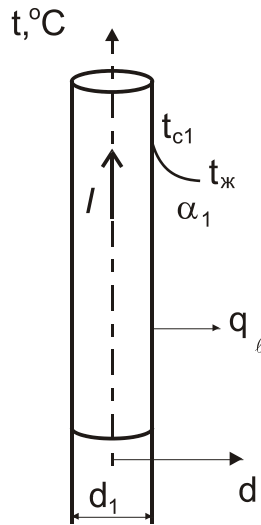
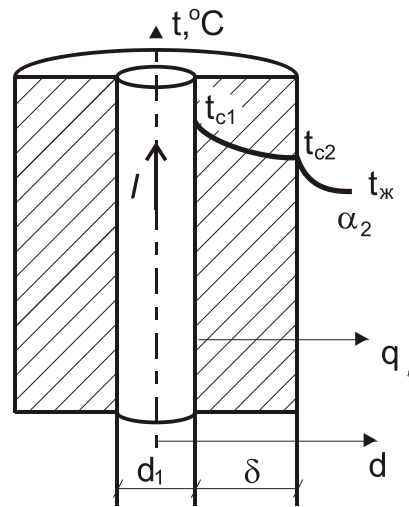

Рис. 2.15
Рис. 2.16
**2.56.** Электропровод диаметром  $d_1 = 1,5$  мм (рис. 2.15) имеет температуру  $t_{c_1} = 70$  °С и охлаждается потоком воздуха с температурой  $t_{ж} = 15$  °С. Коэффициент теплоотдачи от поверхности провода к воздуху  $\alpha = 16$  Вт/м2·К. Определить температуру стенки  $t'_{c_1}$ , которую будет иметь электропровод, если покрыть его резиновой изоляцией ( $\lambda = 0,15$  Вт/м·К) толщиной  $\delta = 2$  мм (рис. 2.16), а силу тока в проводнике сохранить без изменения. Коэффициент теплоотдачи от поверхности изоляции к воздуху в этом случае  $\alpha = 8,2$  Вт/м2·К.